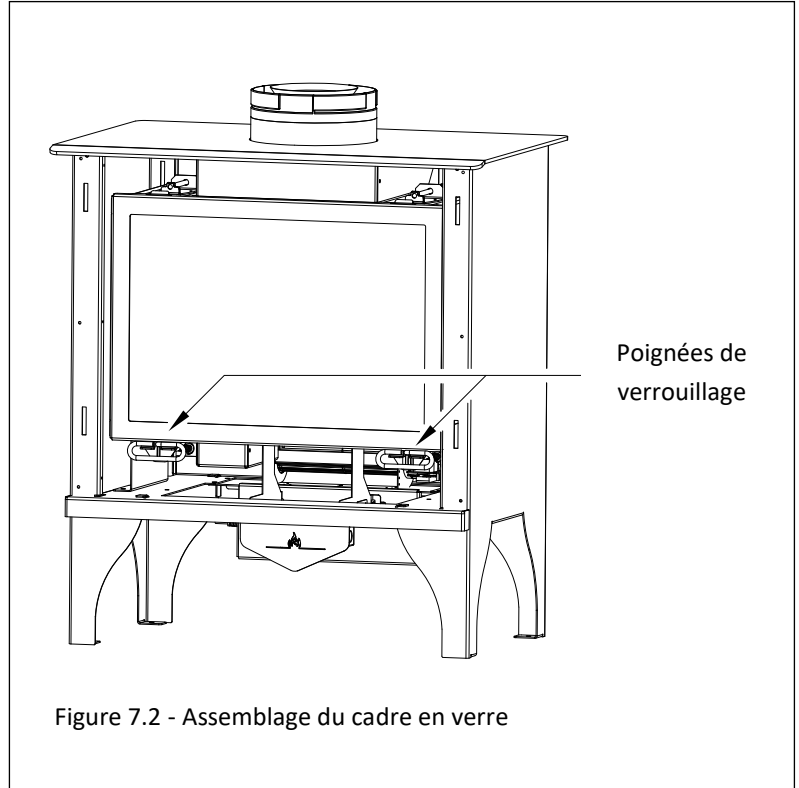

Figure 7.2 - Assemblage du cadre en verre
1. Inclinez le haut du cadre en verre comme indiqué sur la figure 7.2. Alignez les fentes sur le dessus de l'assemblage de verre sur les languettes en haut de la chambre de combustion tout en abaissant le bas de l'assemblage de verre en position.